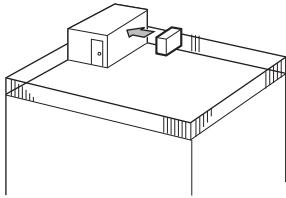

Fig. 2-2
- ① Расположите прибор так, чтобы выходное отверстие было направлено к самой близкой из доступных стен на расстоянии около 50 см от стены. (Fig. 2-2)